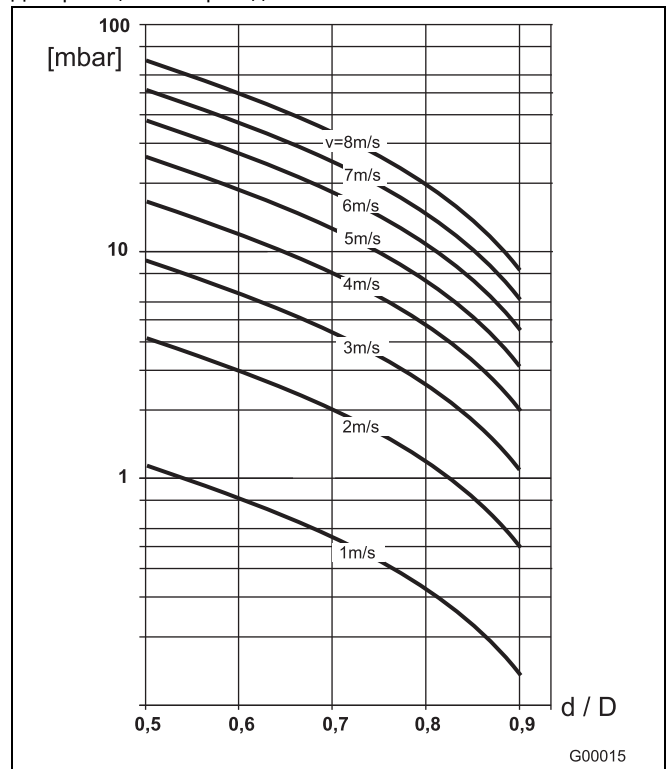

Рис.28
2. По номограмме расхода (Рис.28) определить скорость потока.
3. На Рис.28 по оси Y определить потерю давления.